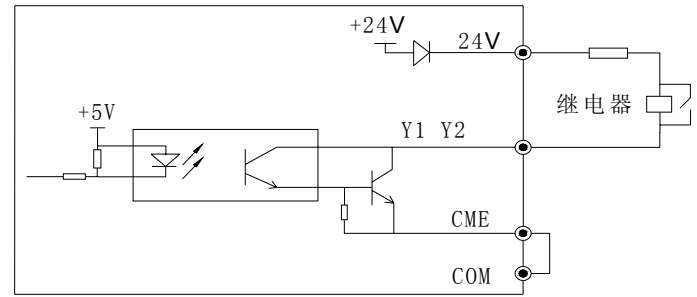

图 2-30 多功能输出端子接线方式1
5) 多功能输出端子Y1、Y2（仅35R5GB/37R5PB及以上）可使用变频器内部的24V电源，接线方式请参见图2-30。